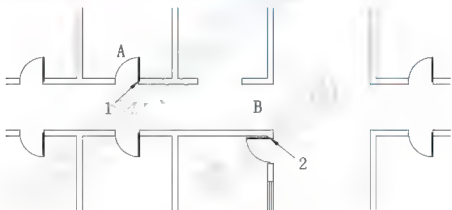

图 2.95 旋转 B 门
- ② 在选择对象: 提示下, 选择 B 门, 此时该门变虚, 按 Enter 键进入下一步命令。
- ③ 在指定基点: 提示下, 选择 2 点作为 B 门旋转的基点。
- ④ 在指定旋转角度, 或 [复制(C)/参照(R)] 0 : 提示下, 输入“90”, 按 Enter 键结束命令, 结果如图 2.95 所示。